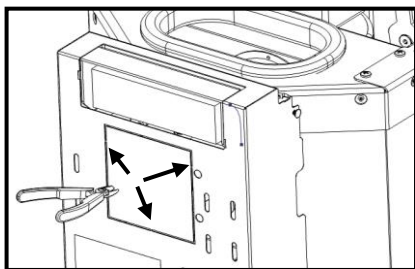

Figura 111 – Retirada de la tapa posterior
f) En la parte posterior del equipo, retire la tapa marcada en la Figura 111, cortando en las áreas marcadas con un alicate de corte.